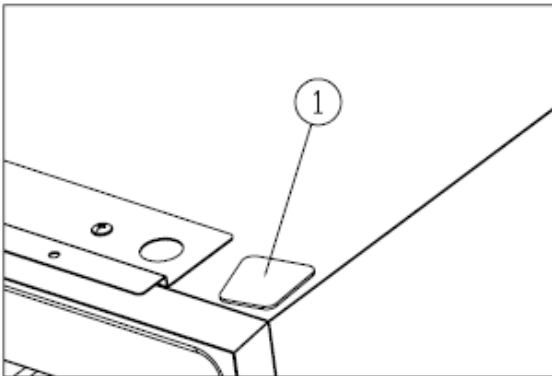

Figure 4
Instale la cubierta (1). [Figure 4]